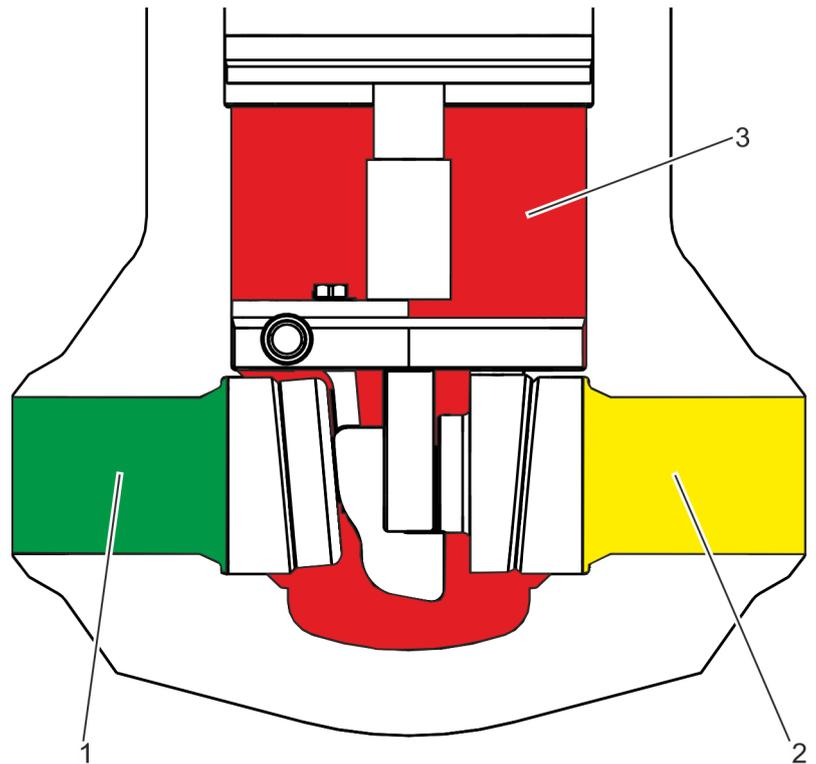
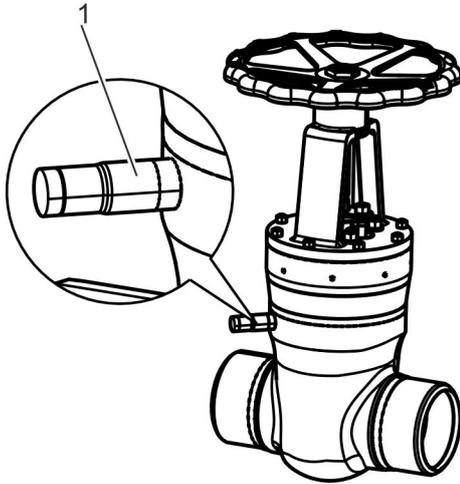
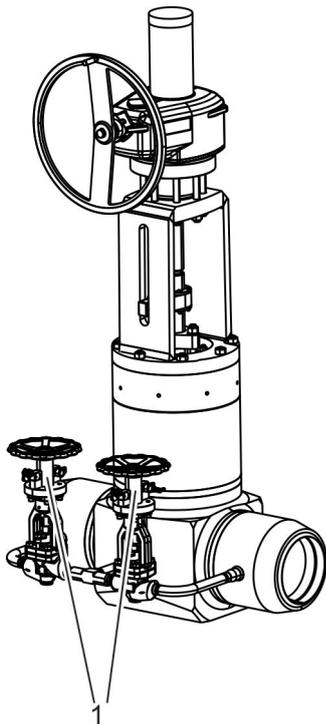

Abb. 4: Einteilung in "Räume"
Abb. 5: Optionaler Stutzen am Gehäuse
Abb. 6: Umführung mit Entlastungsleitung
- Erster Raum: druckzugewandte Seite (Abb. 4/1)
- Zweiter Raum: druckabgewandte Seite (Abb. 4/2)
- Dritter Raum: abgesperrter Innenraum (Abb. 4/3)
Je nach Anwendungsfall kann die Armatur durch den Betreiber mit einer außenliegenden Überdrucksicherung ausgestattet werden. Zu diesem Zweck muss die Armatur mit einem optionalen, werkseitig verschlossenen Stutzen (Abb. 5/2) bestellt werden. Der Stutzen stellt eine Verbindung von außen zum Dritten Raum (Abb. 4/3) her. Am Stutzen (Abb. 5/2) können außenliegende Überdrucksicherungen angeschlossen werden.
Mit einer optionalen Umführung mit Entlastungsleitung können durch außenliegende, zusätzliche Ventile (Abb. 6/1) Verbindungen zwischen den voneinander getrennten Räumen (Abb. 4) innerhalb der Armatur hergestellt werden.